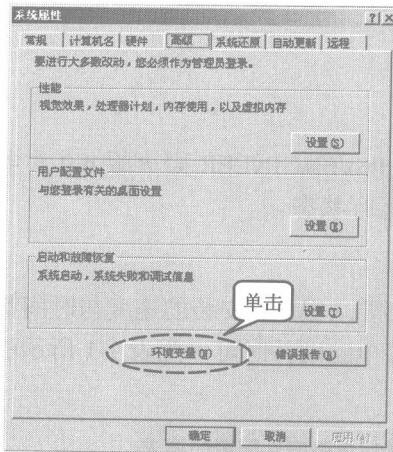
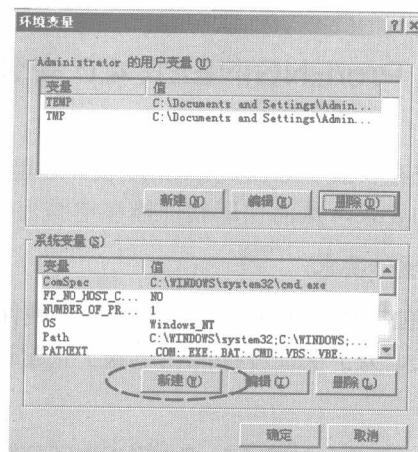

图 1-1 “系统属性”对话框
图 1-2 “环境变量”对话框
- 步骤2** 弹出“系统属性”对话框，再切换至“高级”选项卡，如图 1-1 所示。单击“环境变量”按钮，弹出“环境变量”对话框，如图 1-2 所示。